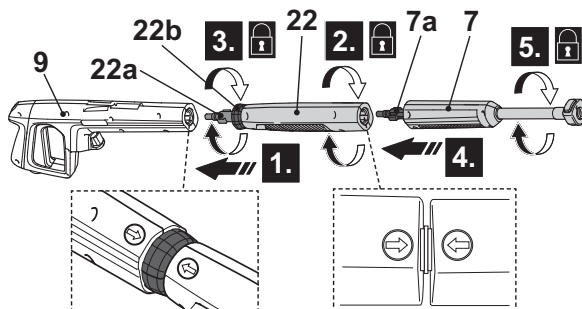

Fig. 12
1. Sempre instale a lança de extensão curta (22) ao usar a escova varredora.
2. Alinhe e insira as línguas (22a) do short extensão da lança (22) nas ranhuras da porta de conexão da pistola pulverizadora (9). (Fig. 12, etapa 1).